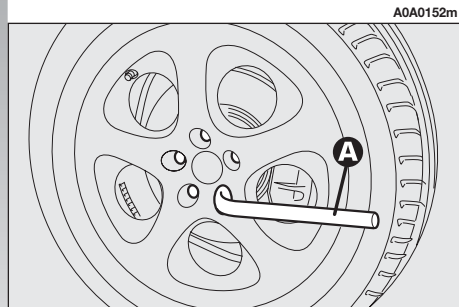

fig. 5
- Mediante l'utilizzo della chiave in dotazione (A-fig. 5), allentare di circa un giro i bulloni di fissaggio.